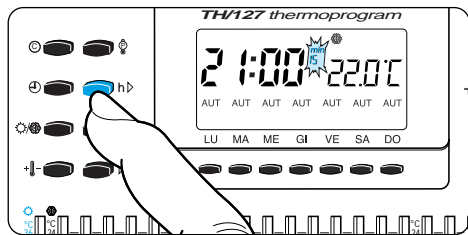

Fig. 37
12.3 - Premere entro 10 secondi il pulsante $h>$ (fig. 37) per inserire il tempo di ritardo di 15, 30, 45 minuti o annullare l'impostazione effettuata.